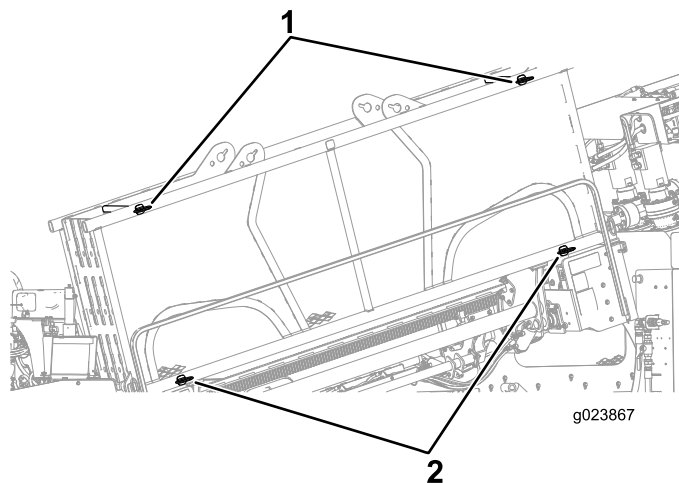

Figura 59
1. Asegúrese de que los 2 pasadores superiores y los 2 pasadores inferiores están colocados para sujetar el tubo dentro del portatubos (Figura 59).